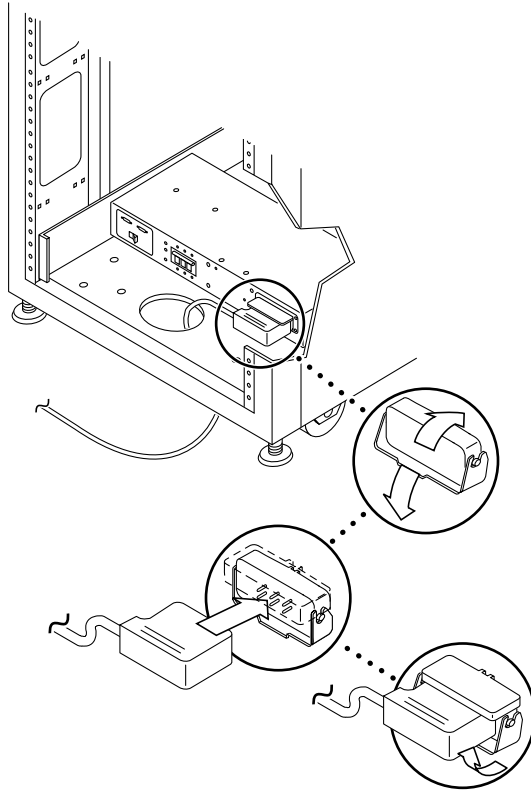

FIGURE 3-3 Connexion du cordon d'alimentation CA
5. Connectez la prise femelle de chaque cordon d'alimentation CA aux connecteurs du séquenceur d'alimentation (FIGURE 3-3).